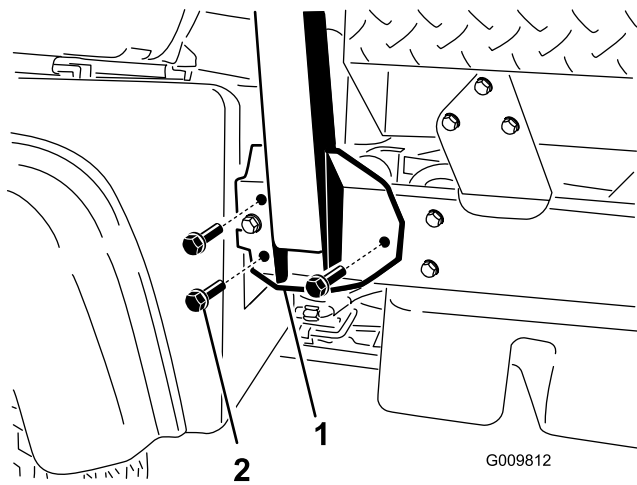

Figura 3
2. Alinee cada lado del ROPS con los taladros de montaje de cada lado del bastidor de la máquina, según se muestra en Figura 3.